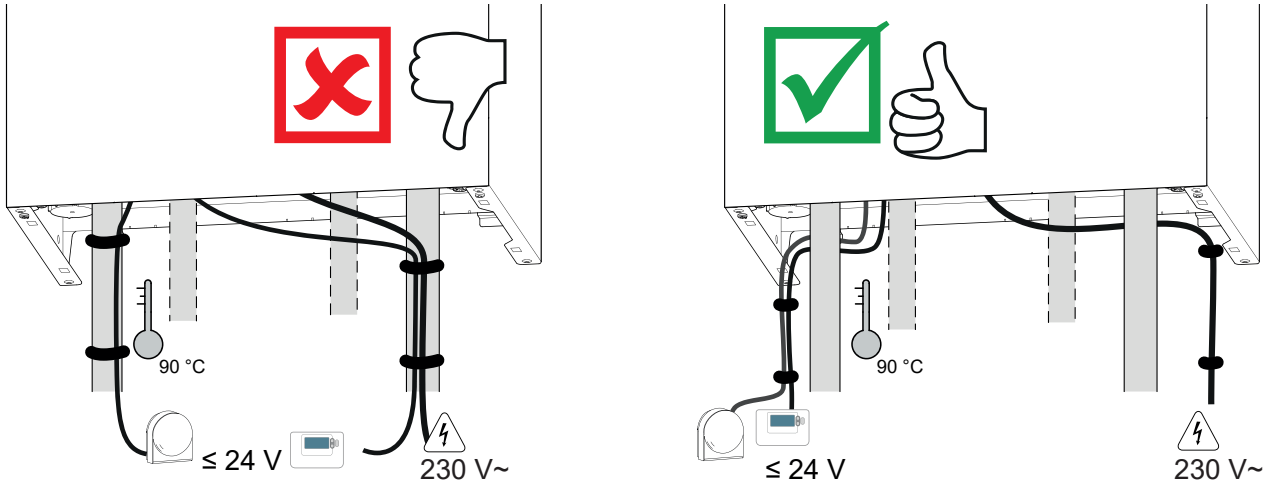
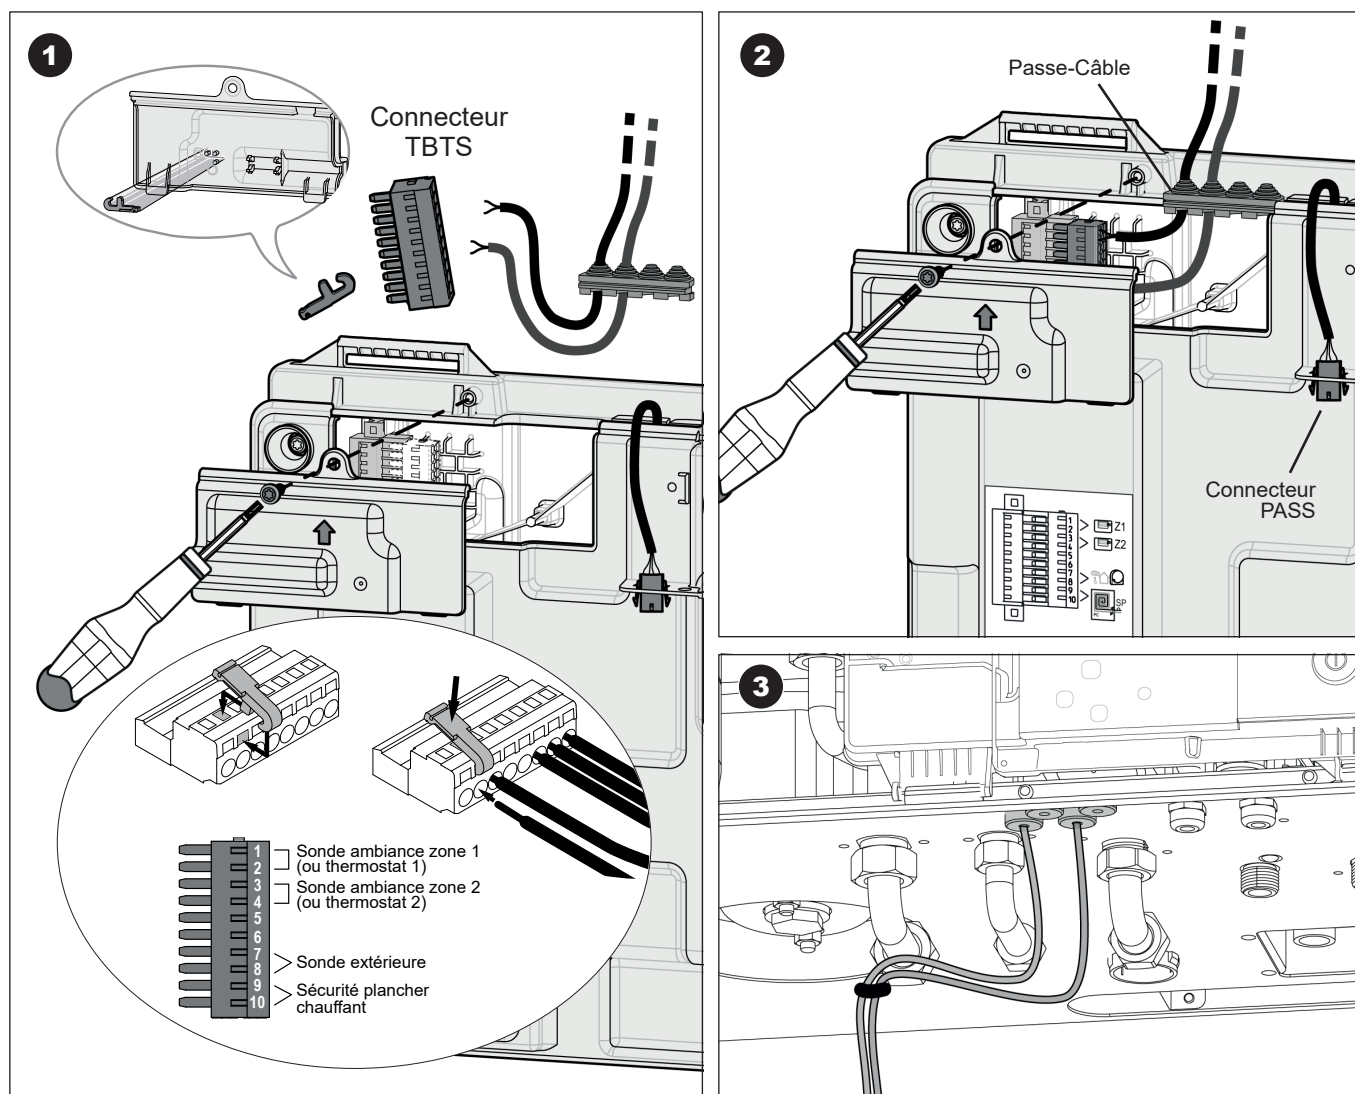

fig. 16 - Chemin de câbles
fig. 19 - Accès borniers TBTS
- Effectuer les raccordements suivant les schémas (fig. 16 et fig. 19).